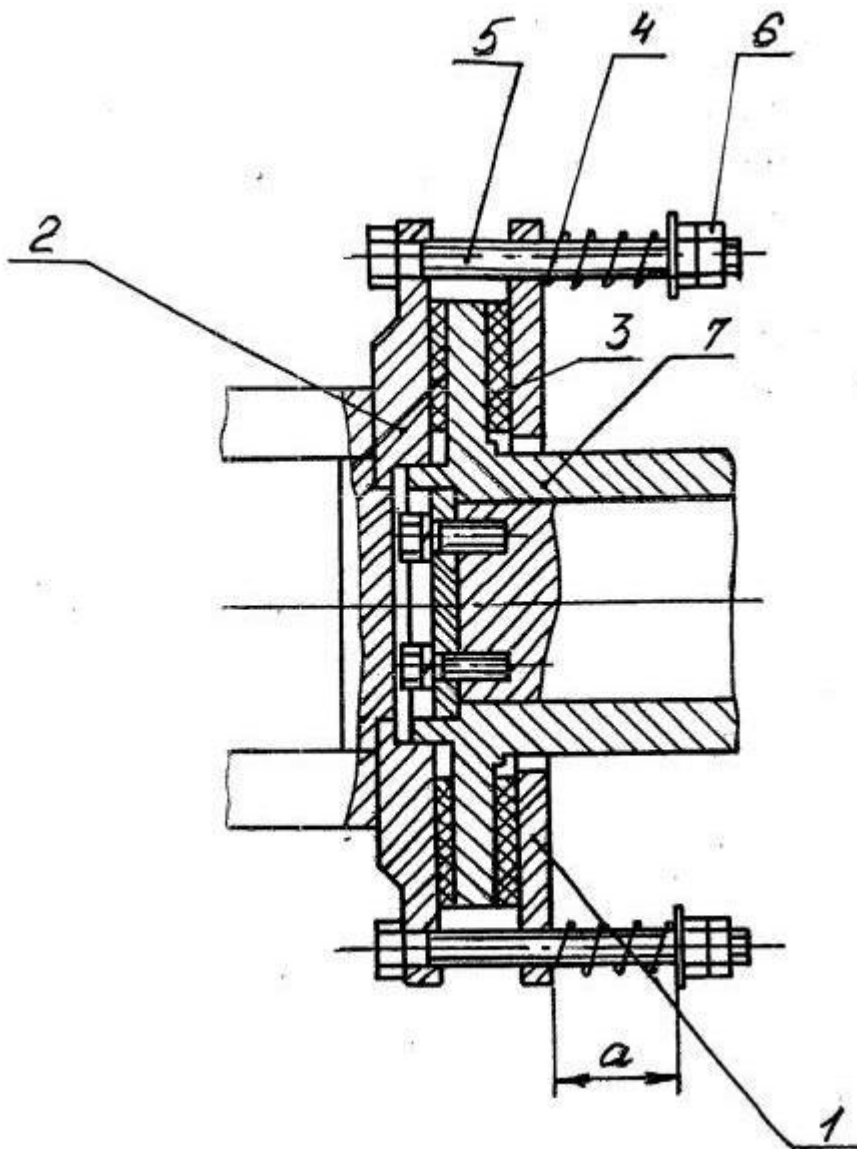

Рисунок 4. Муфта.
Предохранительная муфта (рис.4), состоит из полумуфты (7) – шлицевая втулка с приваренным диском, к которому с 2-х сторон приклепаны фрикционные диски (3), и 2-х охватывающих ее колец (1,2), соединенных между собой подпружиненными болтами.
- 6.10. Наладка предохранительного устройства сводится к регулировке муфты предельного момента (рис.4). Величина передаваемого крутящего момента зависит от усилия сжатия пружин (4). Муфту настроить на момент 500Нм, перемещая гайки (6) по болту (7), учитывая, что размер «а» должен быть одинаковым на всех болтах.